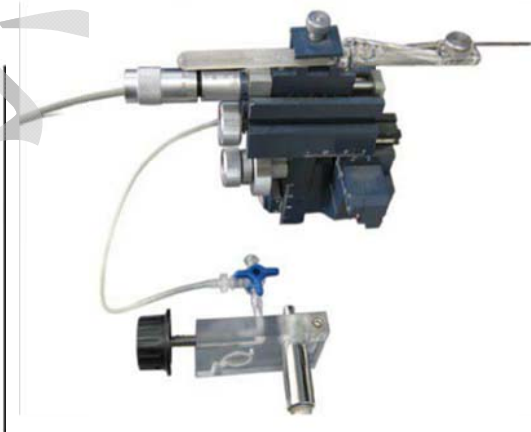

图 2.4 安装 LIX 载体
- (3) 安装 LIX 载体（图 2.4）：将 LIX 载体放在固定器上，并安装在一个三维操纵器上。调整尖端的位置使其接近显微镜的视野。